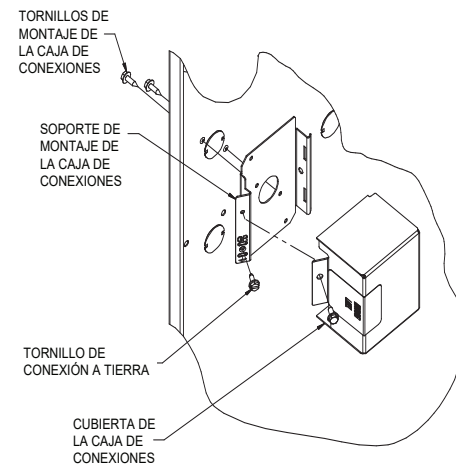

Fig. 34 – Instalación de la caja de conexiones (cuando se usa) A12226SP
La cubierta de la caja de conexiones, el soporte de montaje y los tornillos se envían con el calefactor en la bolsa de piezas sueltas. Consulte la Fig. 34 para ver las ubicaciones de montaje de la caja de conexiones.
1. Instale el soporte de montaje de la caja de conexiones en el interior de la carcasa del calefactor. Consulte la Fig. 34.
5. Conecte el cable de conexión a tierra in situ y el que se suministra de fábrica al tornillo verde de conexión a tierra en el soporte de montaje de la caja de conexiones como se muestra en la Fig. 34.
7. Conecte la cubierta de la caja de conexiones del calefactor al soporte de montaje con los tornillos que se encuentran en la bolsa de piezas sueltas. No preñe los cables entre la cubierta y el soporte. Consulte la Fig. 34.
4. Conecte el cable de conexión a tierra in situ y el que se suministra de fábrica al tornillo verde de conexión a tierra en el soporte de montaje de la caja de conexiones como se muestra en la Fig. 34.